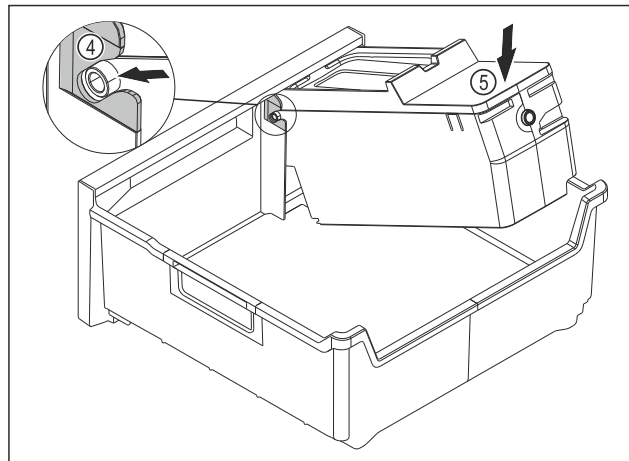

Fig. 110
- ▶ Montáž korpusu EasyTwist-Ice: Osy korpusu EasyTwist-Ice zasuňte do vedení Fig. 110 (4).
- ▶ Stlačte korpus EasyTwist-Ice Fig. 110 (5) vzadu dolů.